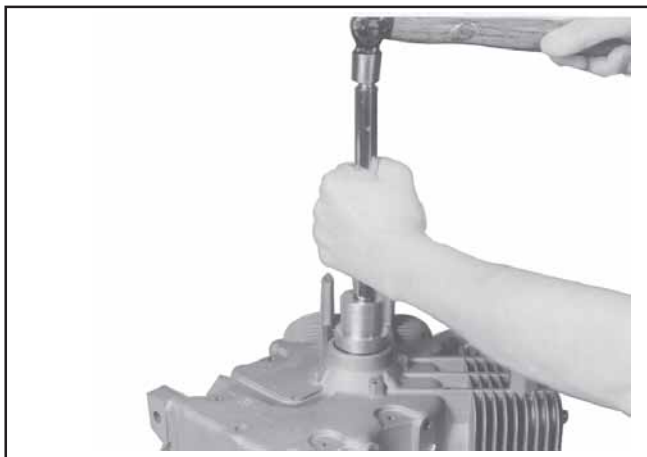

Figura 11-2. Installazione del paraolio nel carter.
3. Inserire il paraolio nel carter utilizzando un apposito attrezzo. Accertarsi che il paraolio sia diritto all'interno del foro ed inserito a fondo nel carter. Vedere Figura 11-2.